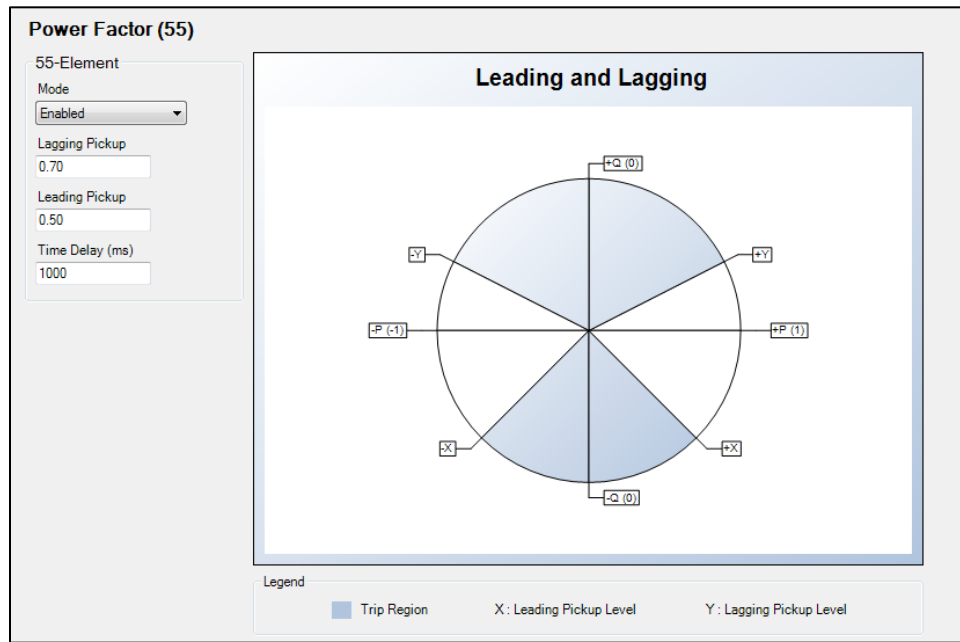

Figura 18-2. Pantalla de ajustes Factor de potencia
Los ajustes operativos de factor de potencia se configuran en la pantalla de ajustes Factor de potencia (55) (Figura 18-2), en BESTCOMSPlus.